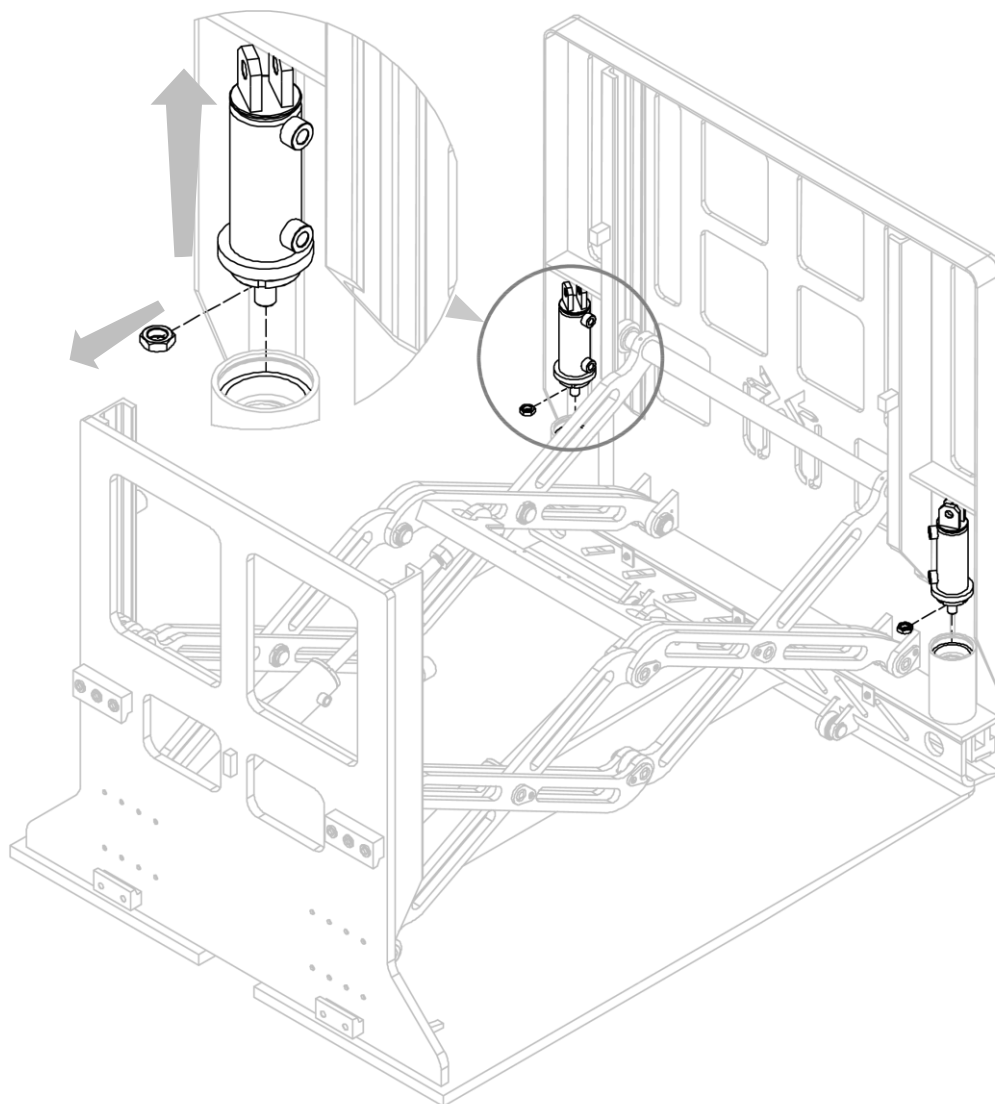

Figura 14
3. Svitare gli steli dai relativi perni di spinta lama e rimuovere i cilindri (Figura 14).